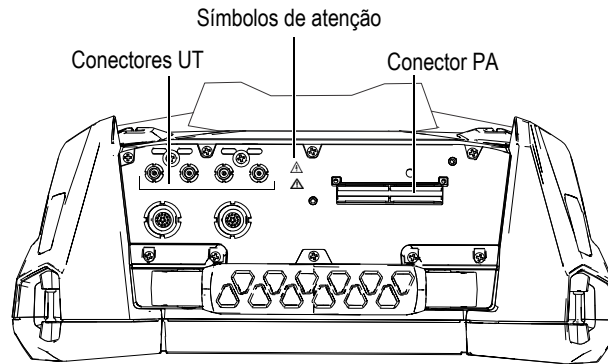

Figura 5-1 Conectores de aquisição
- Para reduzir o risco de choque elétrico, evite tocar na parte interna do condutor dos conectores LEMO. Até 350 V podem estar presentes no interior do condutor do conector UT e até 120 V no conector PA. Os símbolos de atenção próximos aos conectores LEMO indicam risco de choque elétrico (Figura 5-1 na página 64).